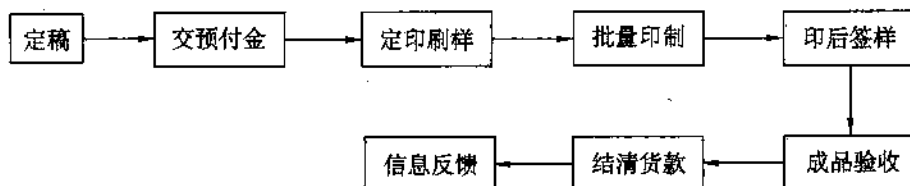

图 1—5 校稿、加工、交货程序
(1) 对方过错，根据实际数量和客户态度协商解决，让对方尽量承担纸款、印费及其他费用，协商至双方达成共识为止。
(2) 我方过错，以能让对方接受为目的，可以降价、赠送、下次重印等方法处理。
5. 校稿、加工、交货程序（见图 1—5）